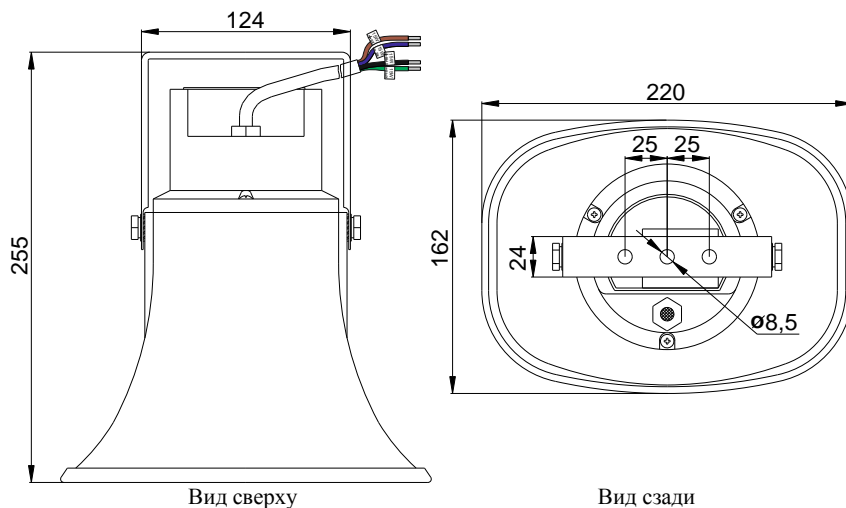

Рис.1 Внешний вид и габаритные размеры корпуса оповещателя
Габаритные размеры, мм	см. рисунок 1
- согласно установочным размерам (см. рисунок 1) просверлить в поверхности отверстия, вставить в них дюбеля;